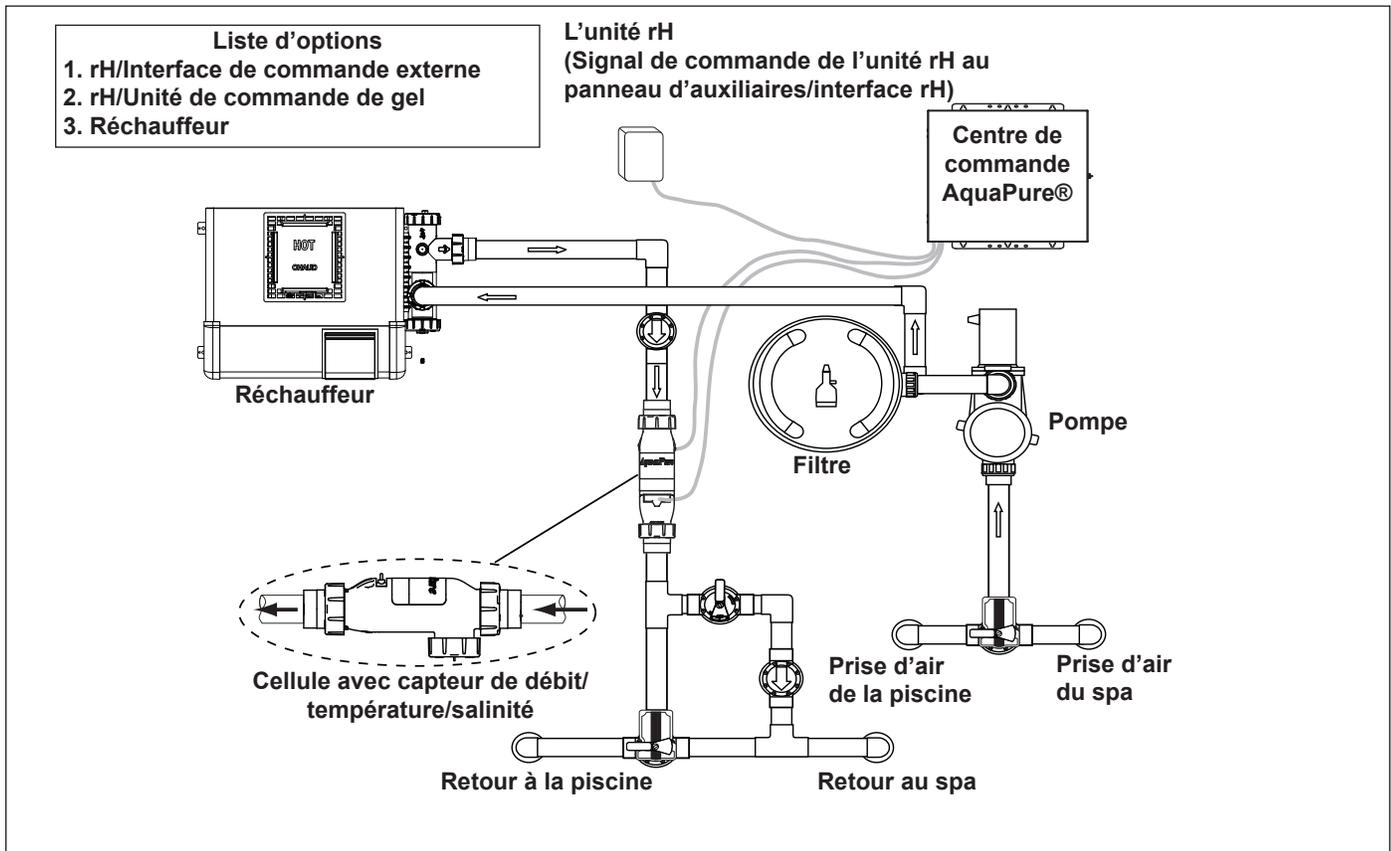

Figure 1. Exemple typique d'installation d'AquaPure avec options
Il est requis d'installer le capteur de débit/salinité dans le même tuyau que celui de la cellule d'électrolyse, sans qu'il y ait de soupapes ou d'inverseurs entre eux. (Voir la section 2, Figure 1).
3. Installer la cellule et le capteur de débit/température/salinité dans la position recommandée (Voir Figures 1, 3, 4 et 5).